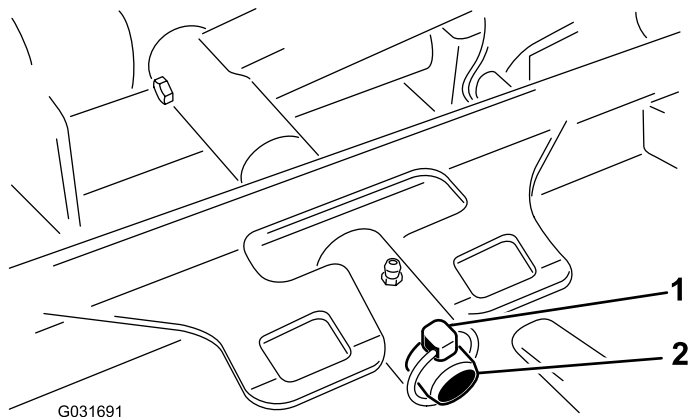

Figura 70
3. Retire el pasador de seguridad que sujeta el bastidor de tiro de la carcasa a la barra de giro del brazo de elevación (Figura 70).
3. Desplace el bastidor de tiro de la carcasa sobre la barra de giro del brazo de elevación y fíjelo con el pasador de seguridad (Figura 70).